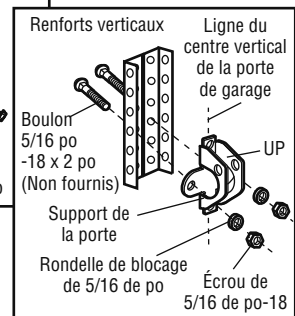

Figure 2B
- Vous pouvez également utiliser deux boulons de 5/16 po, des rondelles-freins et des écrous (non fournis) (Figure 2B).